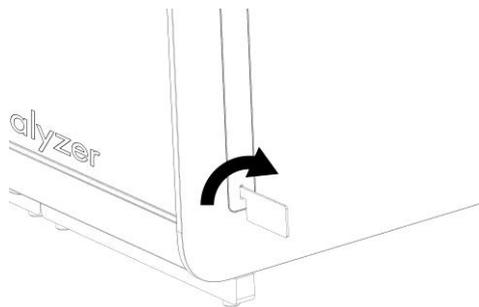

Figure 5. Retrait des couvercles de protection.
2. Retirez les couvercles de protection du côté du module analytique à l'aide de l'outil de retrait du couvercle de protection fourni avec le QIAstat-Dx Analyzer 1.0 (figure 5, en page suivante).